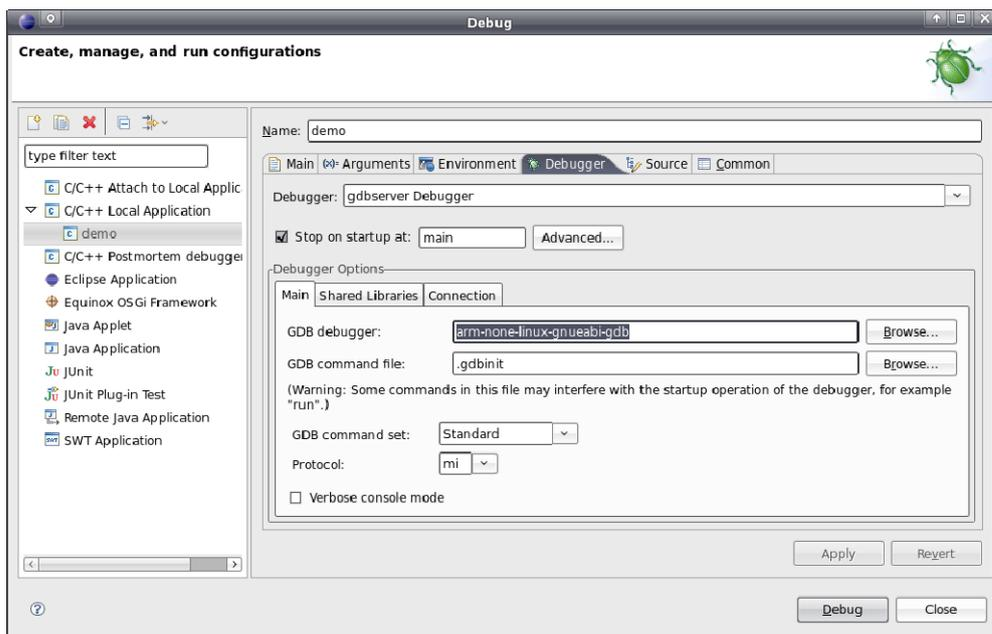

Bild 54: Auswahl des GDB Debuggers
2.2 Auswahl des zu benutzenden GDB Debuggers (siehe Bild 54)